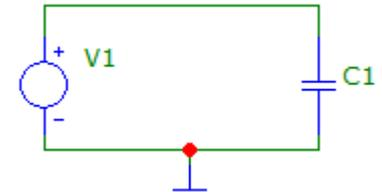

Рис. 5.2 - Схема для исследования конденсатора с источником переменного напряжения
6. Собрать схему для исследования процессов в конденсаторе при подключении источника переменного (синусоидального) напряжения (Рис. 5.2). Амплитуда синусоидального сигнала 10 В, частота 100 Гц. (DC 0 AC 1 0 Sin 0 10 100 0 0 0). Ёмкость конденсатора  $C1$  равна номеру варианта (в мкФ).
1. Задать в схеме Рис. 5.2 для конденсатора C1 модель, например, 2018. Задать в модели последовательное сопротивление  $RS = 1$  Ом. Параметры прямоугольного напряжения — те же, что и в п. 19 предыдущего подраздела.